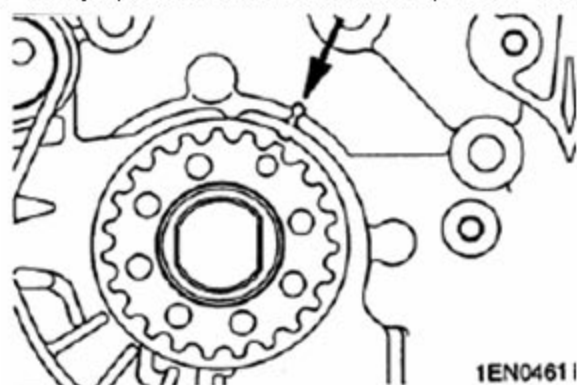

图 3-13
- B).将曲轴正时记号与前壳体上的正时记号对准（见图 3-13）。